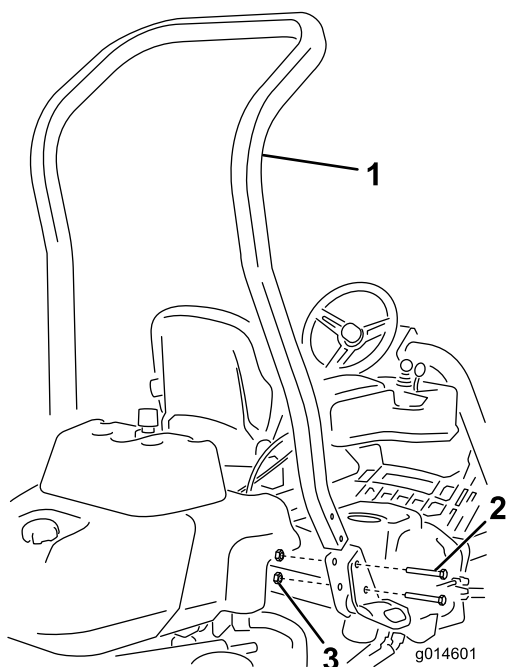

Figura 3
3. Fissate il roll bar negli incastri su ogni lato della macchina con 4 bulloni ($\frac{1}{2}$ " x $3\frac{3}{4}$ " e 4 dadi flangiati ($\frac{1}{2}$ " (Figura 3)..